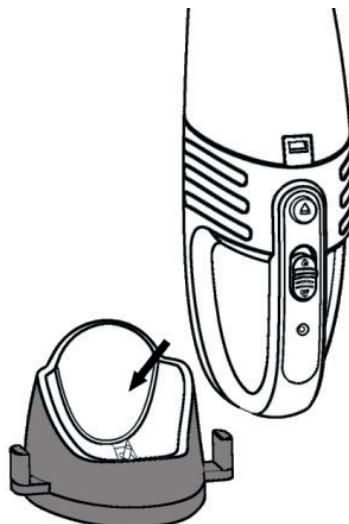

Abbildung 3
- Stellen Sie das Gerät wie in Abbildung 3 gezeigt auf den Ladesockel.